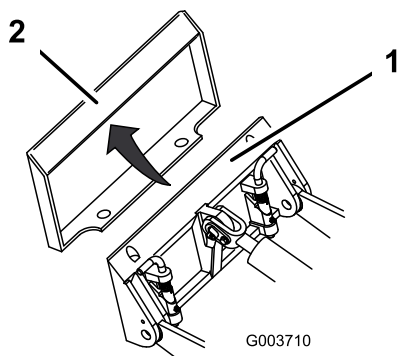

Bild 19
4. Setzen Sie die Befestigungsplatte in die obere Lippe der Aufnahmeplatte am Anbaugerät (Bild 19).